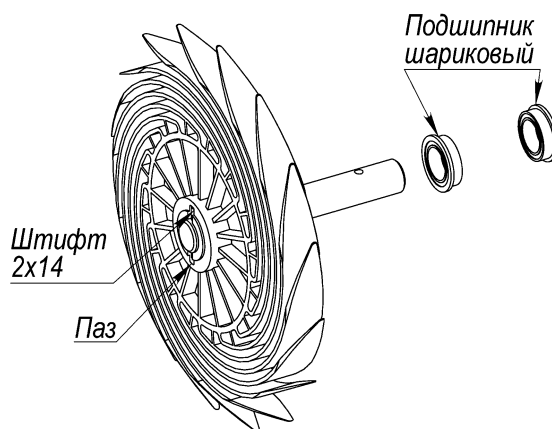
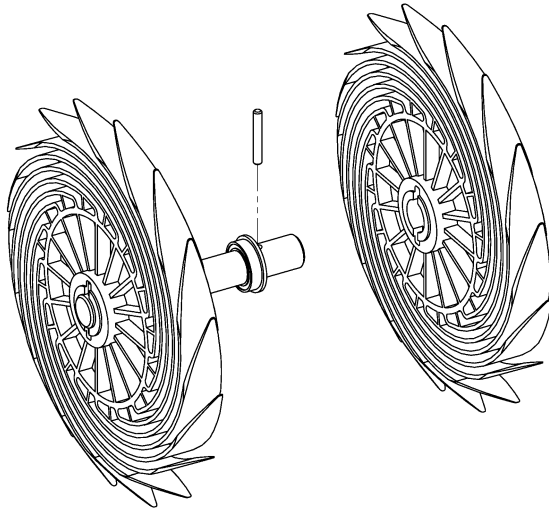
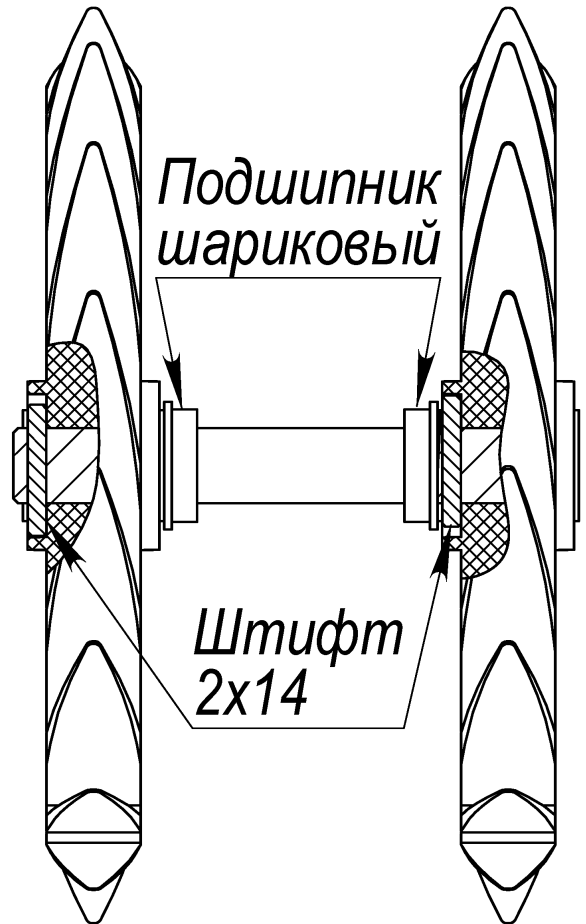

Рис. 76
Рис. 77
Рис. 78
8.22.2 Установить колесо укладчика на вал, таким образом, чтобы штифт попал в пазы на колесе (Рис. 76). Внимание: соблюдать ориентацию колеса как показано на Рис. 76, Рис. 77.
8.22.3 Установить на вал подшипники шариковые MF128ZZ, таким образом, чтобы один подшипник прижимался своим бортом к колесу укладчика, при этом второй подшипник должен быть ориентирован противоположно первому (Рис. 76, Рис. 78).
8.22.4 Установить штифт 2x14 P0007 в отверстие вала укладчика. Внимание: оба подшипника должны быть расположены на валу между колесом укладчика и штифтом P0007 (Рис. 76, Рис. 77).
8.22.5 Установить колесо укладчика на вал, таким образом, чтобы штифт попал в пазы на колесе (Рис. 76). Внимание: соблюдать ориентацию колеса как показано на Рис. 76, Рис. 77.